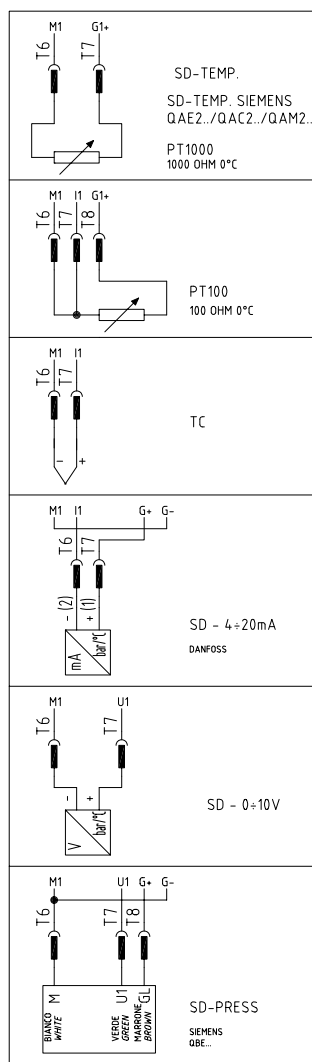

Fig.15 : Schema conectare sonde
- 3 In cazul arzatoarelor modulate , bornele 5, 6 si 7, de pe regleta de alimentare **MA**, sunt deja conectate la regulatorul de modulare (mod. **RWF40**). Panoul electric este prevazut iesiri pe un conector cu 4 poli, pentru conectarea sondelor de temperatura si presiune (vezi Fig.15).